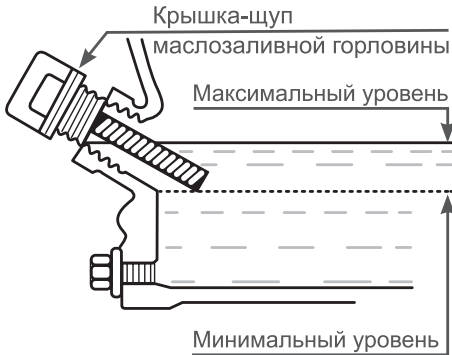

Рис. 5 Проверка уровня масла в картере
4. Протрите щуп насухо и вставьте в отверстие горловины, не закручивая (Рис. 5).
5. Аккуратно вытащите щуп и осмотрите его. Уровень масла должен соответствовать верхней отметке на щупе. При недостаточном уровне масла в картере необходимо долить чистое масло до верхней отметки на щупе, что соответствует нижней кромке заливного отверстия (Рис. 5). После окончательной проверки, плотно закрутите крышку-щуп.
Максимальный уровень масла в картере соответствует нижней кромке маслозаливной горловины (Рис. 5).